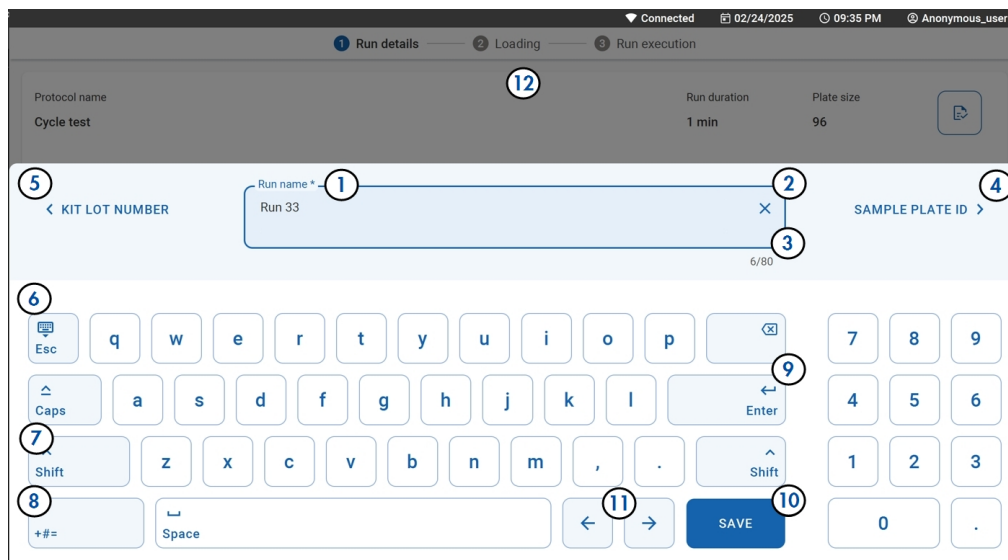

Abbildung 21. Die Bildschirmtastatur.
2. Den WLAN-Adapter vor dem Einschalten des Geräts in einen der drei USB-Anschlüsse auf der Vorderseite des Geräts (siehe Abbildung 21) stecken.
Wenn Sie ein Eingabefeld auswählen, wird die Bildschirmtastatur automatisch angezeigt (Abbildung 21).